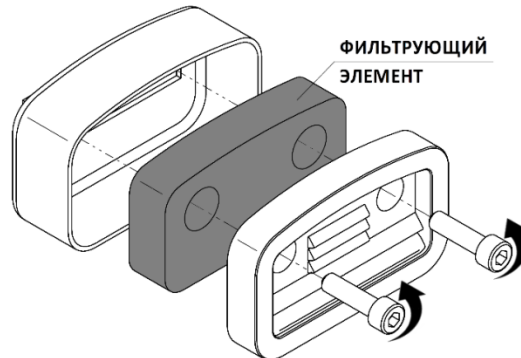

Рисунок 15
- Снимите крышку воздушного фильтра (рисунок 15), вывернув винты;